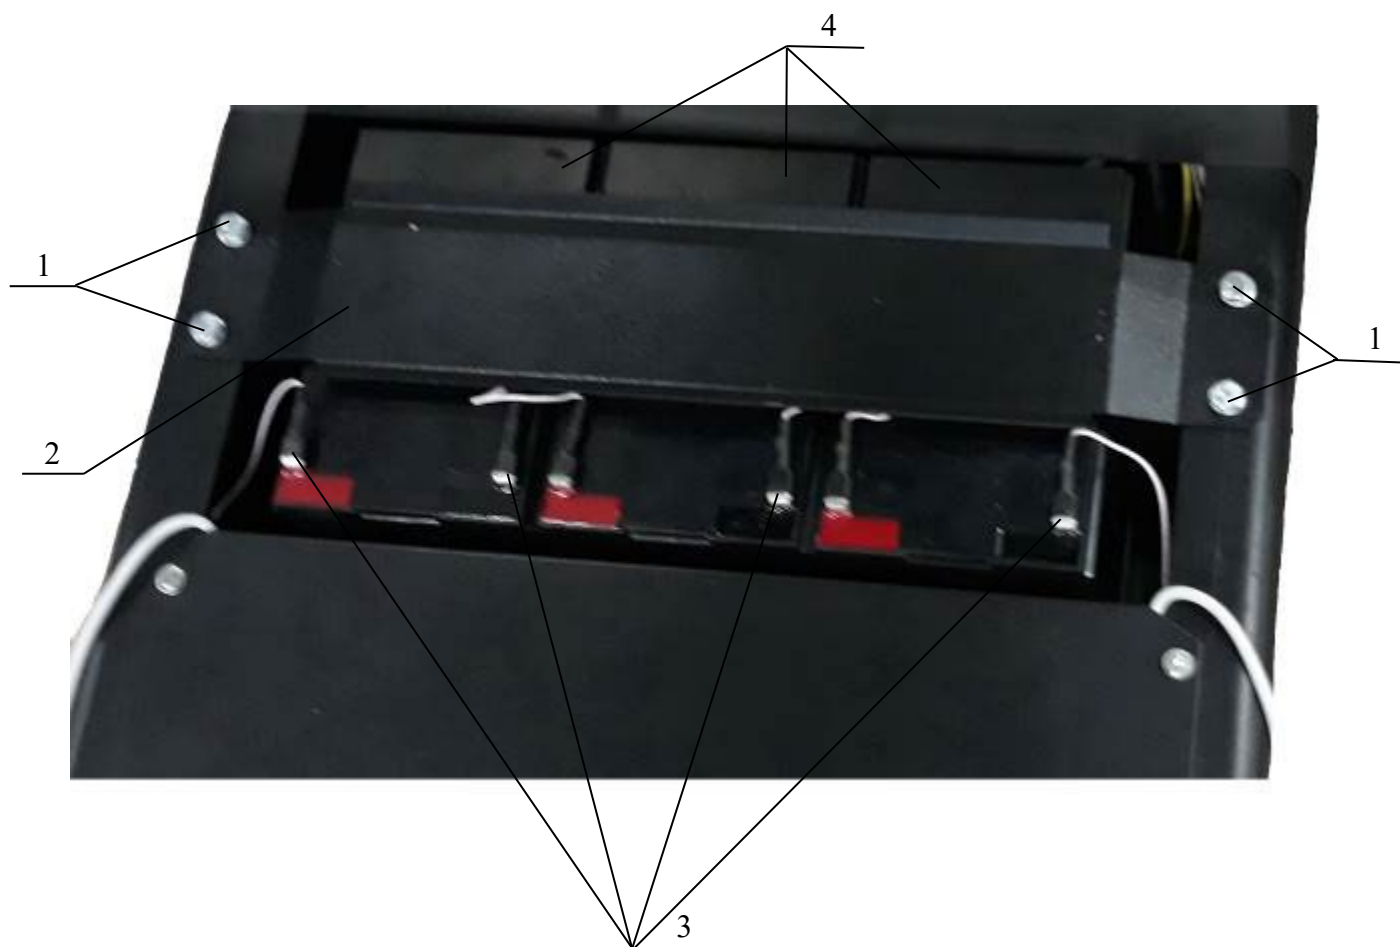

Рисунок 20. Замена аккумуляторных батарей.
- снимите клеммы 3 (Рисунок 20) с батарей 4;